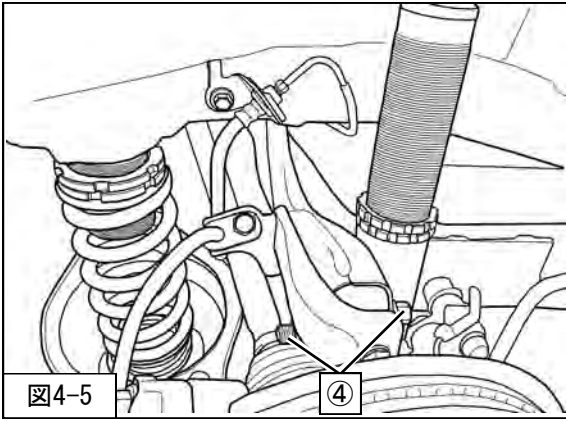

図4-5
④
7. ジャッキ等で支えながらロアアームが水平になるまで荷重を掛け、④アッパーアーム取付ボルト・ナット（締付トルク：73N・m）を取付けてください。（図4-5）